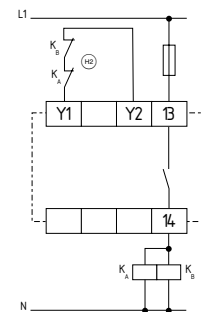

Fig. 15
**Comando de dois canais com circuito de retorno (ver Fig. 15)**